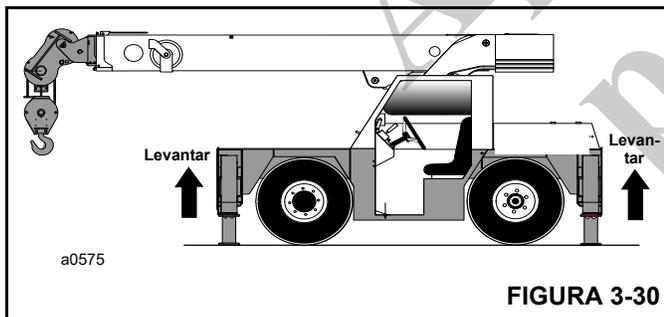

FIGURA 3-30
4. Pressione a parte inferior da chave de extensão/retração (2).
5. Pise no pedal acelerador para aumentar a rotação do motor, o que fará os macacos levantarem mais rapidamente (Figura 3-30). Quando os macacos estiverem totalmente retraídos, solte o pedal acelerador e a chave.